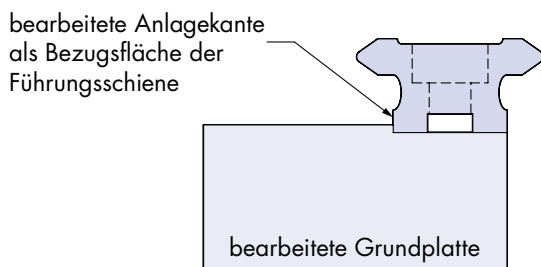
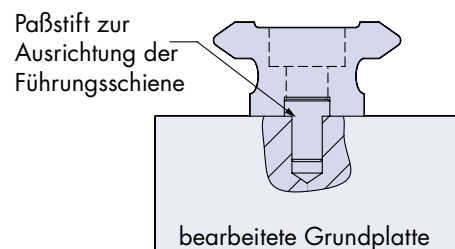

Abb. 1.1: bearbeitete Bezugsfläche für die Ausrichtung der Führungsschiene
Abb. 1.2: Ausrichtung über Paßstift
1.1. Um die Geradheit des ersten Schienenstücks zu gewähren, muss die Führungsschiene an einer exakt gefertigten Bezugsfläche ausgerichtet werden (wie in Abbildung 1.1 dargestellt). Alternativ zu dieser Methode können Paßstifte verwendet werden, um die Parallelität der Führungsschienen sicherzustellen (siehe auch Abbildung 1.2). Die Löcher für die Paßstifte sollten präzise gebohrt sein, damit das Schienenstück nach der Installation/Montage gerade ist.